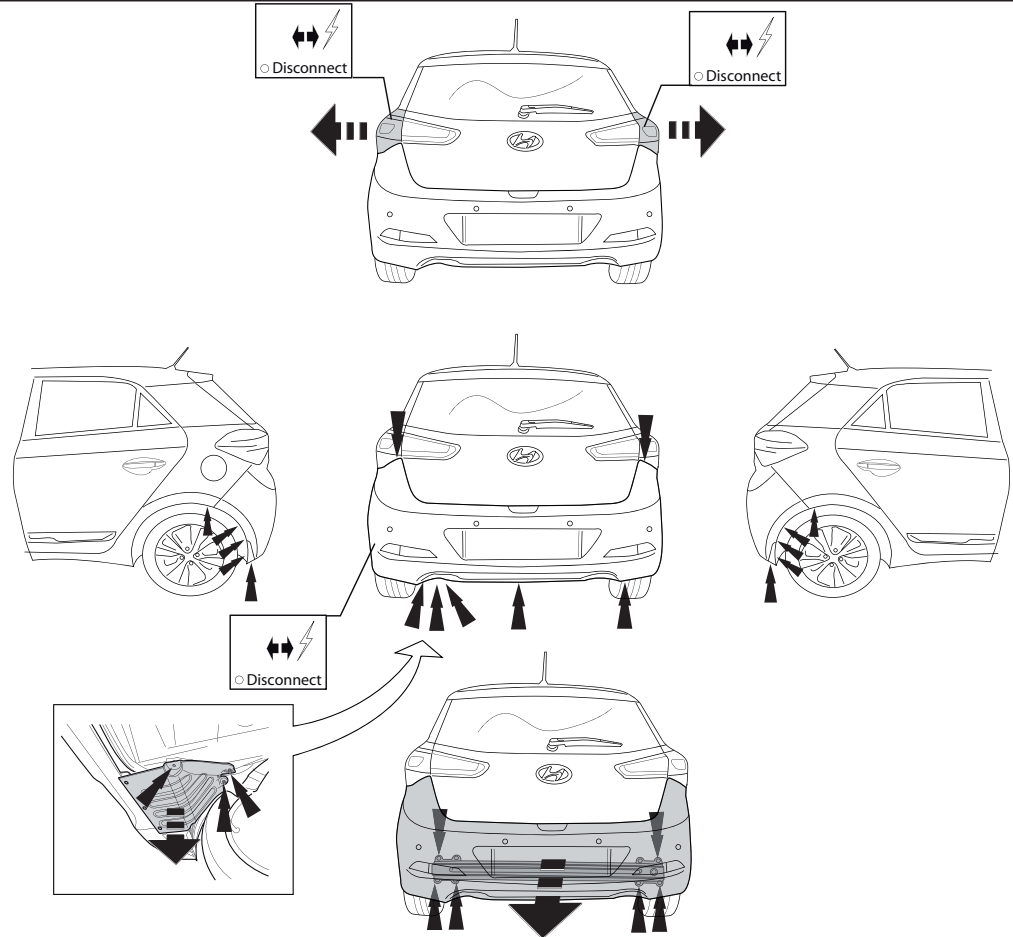

Fig. 1
2. Снять бампер вместе со стальным буферным брусом автомобиля. Снять пластмассовые защитные колпаки. См. рисунок 1.
9. Вставить бампер вместе со стальным буферным брусом и пластмассовые защитные колпаки. См. рисунок 1.